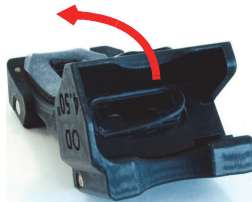

Figura 5-4 Para reemplazar la junta tórica de la sonda en la suela (zapata)
1. Use una herramienta apropiada, como un destornillador plano, para levantar y extraer cuidadosamente la junta tórica anterior sin dañar la superficie de montaje de la suela (zapata) [vea la Figura 5-4 en la página 60].